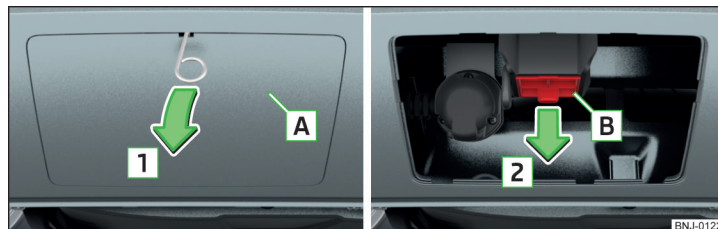

Fig. 154 Rimuovere la calotta di copertura: sul parafanghi posteriore / per il pozzetto di alloggiamento
- Rimuovere la calotta di copertura **A** » fig. 154 in direzione della freccia **1** utilizzando la staffa per la rimozione dei copriruota integrali inclusa nell'attrezzatura di bordo » pag. 173.
Dopo averli rimossi, conservare il coperchio [A] e [B] » fig. 154 in un posto idoneo all'interno bagagliaio.
➤ Inserire la calotta di copertura **B** » fig. 154 a pag. 133 in direzione opposta a quella indicata dalla freccia **2**.
➤ Attaccare la calotta di copertura **A** » fig. 154 a pag. 133 dai "gancetti" presenti nella parte inferiore del parafanghi.